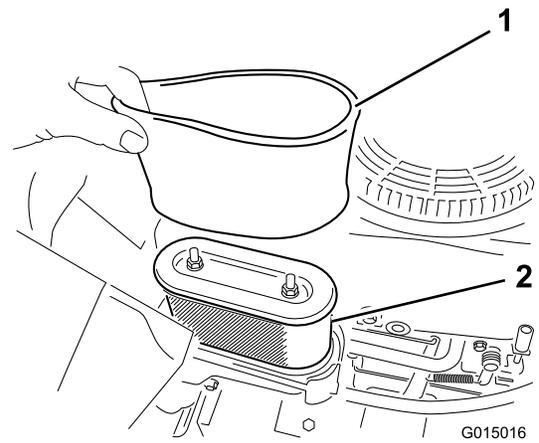

Figura 28
1. Instale el filtro de gomaespuma sobre el filtro de papel (Figura 28).